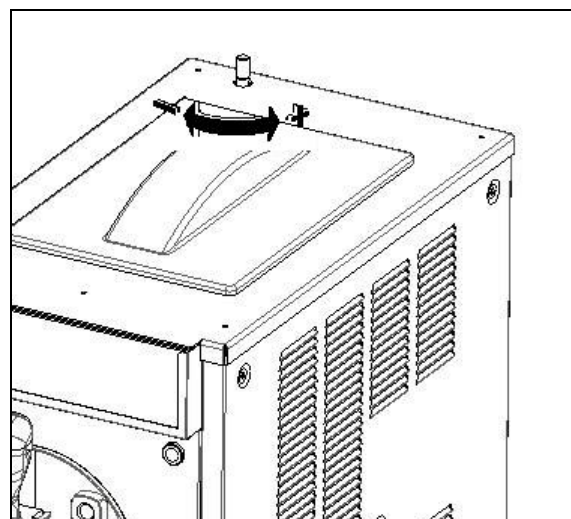

Fig. 9
- **Regolazione della consistenza:** per variare la consistenza del prodotto, agire sul pomello di regolazione collocato sul retro della parte superiore della macchina (fig. 9); ruotandolo in senso orario, il prodotto diventerà meno denso, ruotandolo invece in senso antiorario, il prodotto diventerà più denso.